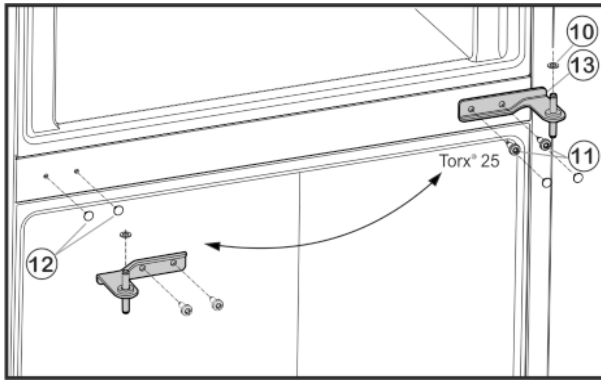

Fig. 6
- ▶ Opatrne stiahnite kryty Fig. 6 (12) a znovu ich nasadte na opačnej strane.